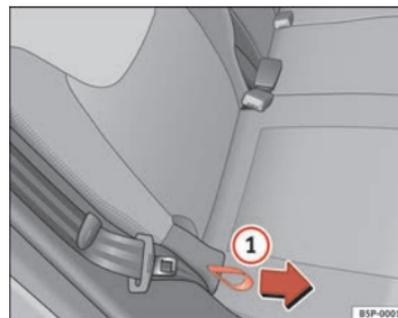

Abb. 97 Einstellung der Lehnenneigung, Rücksitz
- Halten Sie die Rückenlehne oben fest. Ziehen Sie die seitliche Zugschlaufe am Sitz ⇒ Abb. 97 ① in Pfeilrichtung und halten Sie die Zugschlaufe in dieser Stellung. Drücken Sie die Rückenlehne in die gewünschte Stellung nach hinten und lassen Sie die Zugschlaufe los. ▶